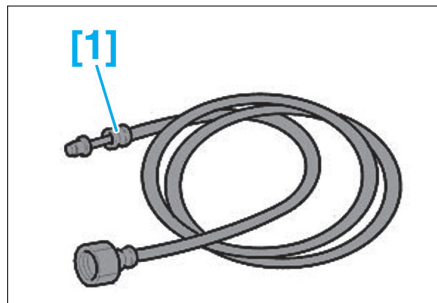

FIG. 47
- [1]. Tuyau avec embout pour valve Schrader (réf : 0141-T1) (Fig.47).